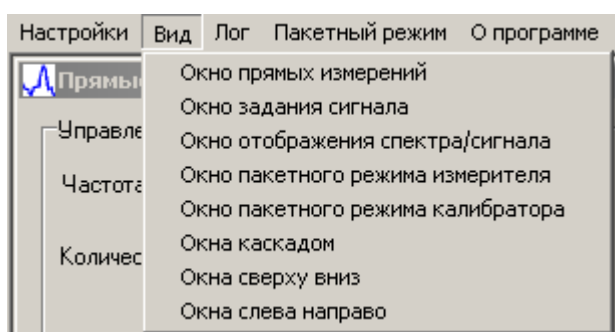

Рисунок 6. Меню «Вид»
5.2.2. Меню «Вид» (см. рисунок 6) состоит из ряда подменю: